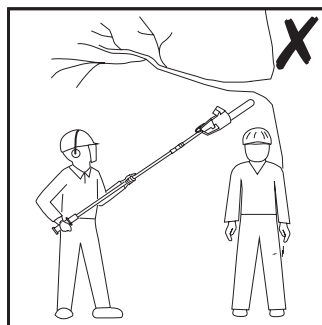

Rys. 34
5. Zawsze trzymać urządzenie pod kątem nie większym niż 60° od poziomu. W przeciwnym przypadku bezpieczna praca nie będzie możliwa (rys. 34).